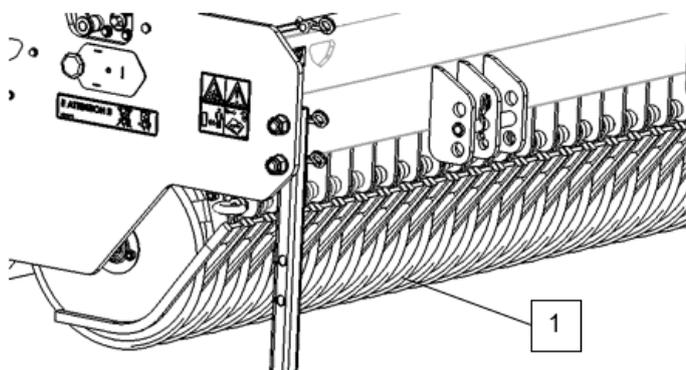

Abb. 7-2
- Säelemente (1) auf Beschädigung prüfen und ggf. reparieren. (Abb.7-2)